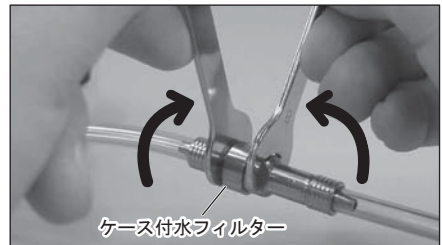

図 20
- 2) スパナ (5x8) 2本をケース付水フィルターに掛け、矢印の方向に回します。(図 20)